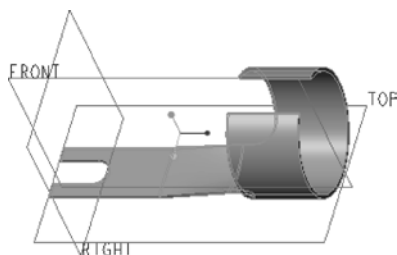

图 5-160 完成的接线端子
(9) 在“折弯”选项卡中单击  (更改折弯方向) 按钮，然后单击  (完成) 按钮，完成的接线端子如图 5-160 所示。